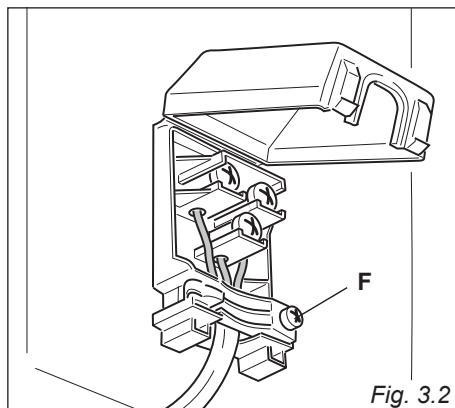

Fig. 3.2
- Aprire il fissacavo svitando la vite "F" (fig. 3.2), svitare le viti dei morsetti e togliere il cavo.
1. Ruotare la manopola del rubinetto gas in senso antiorario (fig. 3.2), fino alla portata massima, premerla e mantenere la pressione, si otterrà l'attivazione dell'accensione.